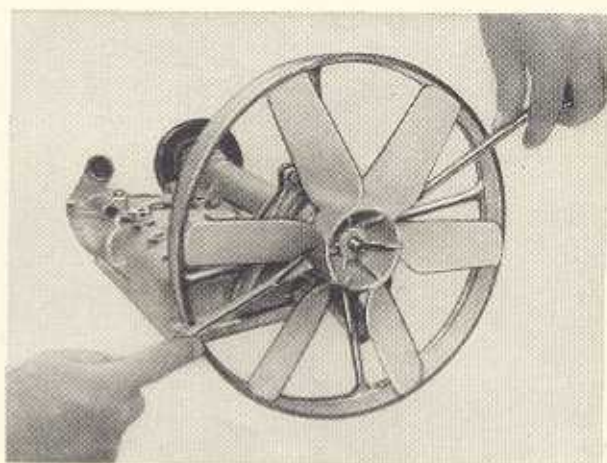

Bild M 24. Abdrücken des Lüfters
1. Befestigungsmuttern für Lüfter und Keilriemenscheibe lösen. Lüfter (Bild M 24), Buchse (außen) und Keilriemenscheibe mit Abzieher W-86 540/1 abnehmen. Der Lüfter darf nicht heruntergeschlagen werden, da die Gefahr des Verbiegens der Lüfterwelle und der Beschädigung von Wasserpumpen-Dichtelementen besteht.